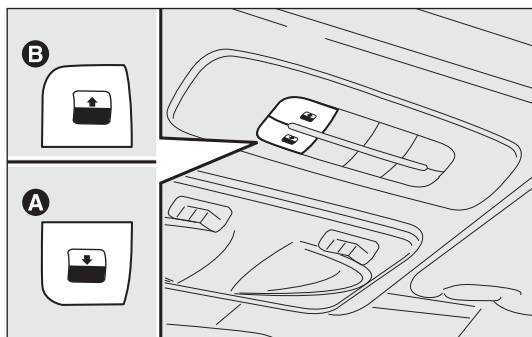

fig. 83
Dalla posizione di apertura completa, premere il pulsante A-fig. 83 e, se si agisce sul pulsante per più di mezzo secondo, il cristallo anteriore del tetto si porterà automaticamente in posizione “spoiler”; agendo nuovamente sul pulsante, il cristallo del tetto si ferma in posizione intermedia; premere nuovamente il pulsante A-fig. 83 e mantenerlo premuto fino alla chiusura completa del pannello.
- premere il pulsante A-fig. 83 in posizione di chiusura;